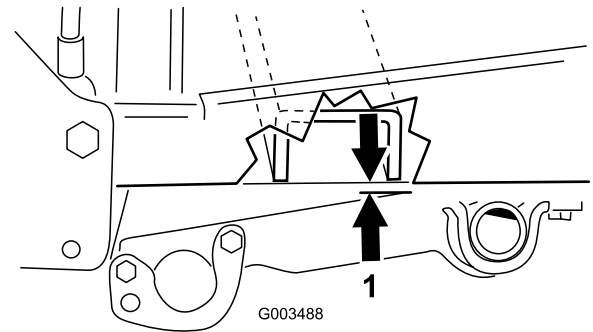

図 17
2. 図 17 に示すように、トラクションユニットのフレームとピボット・チューブとの距離を測定する。